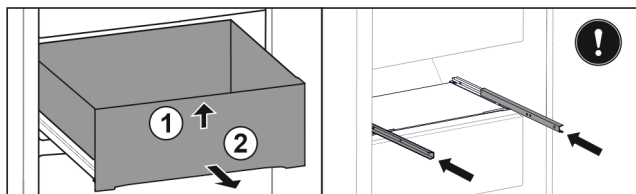

Fig. 36
- ▶ Nadzvedněte zásuvku vpředu. Fig. 36 (1)
- ▶ Vyměte zásuvku dopředu. Fig. 36 (2)